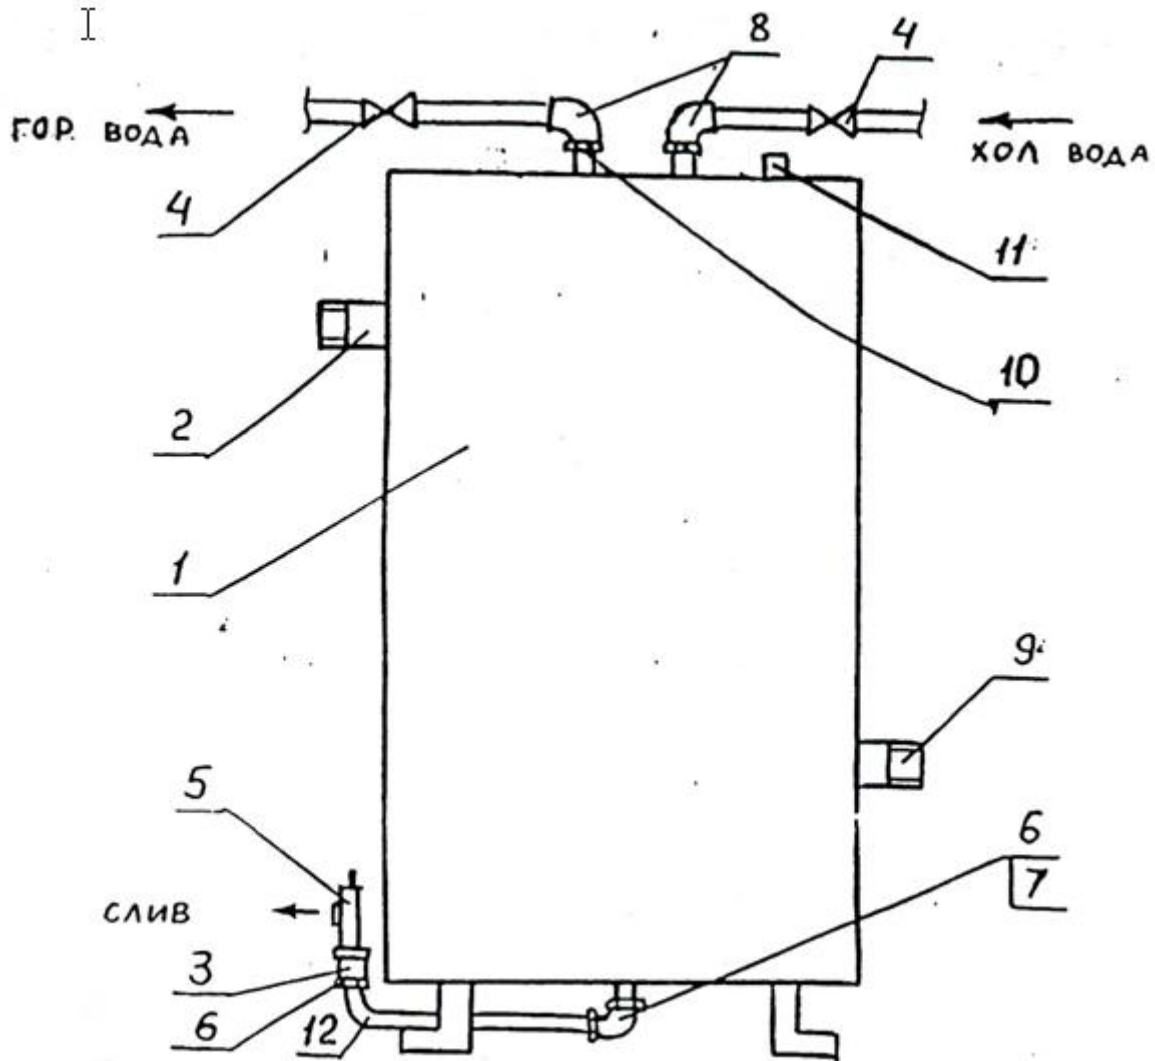

Рис.3. СБОРКА ВОДОПОДОГРЕВАТЕЛЯ.
5.4. Внизу, под водоподогревателем, находится патрубок для слива воды, на который согласно рис.3 устанавливается с помощью переходника предохранительный клапан Ду=20 мм, Ру=8 кгс/кв.см.